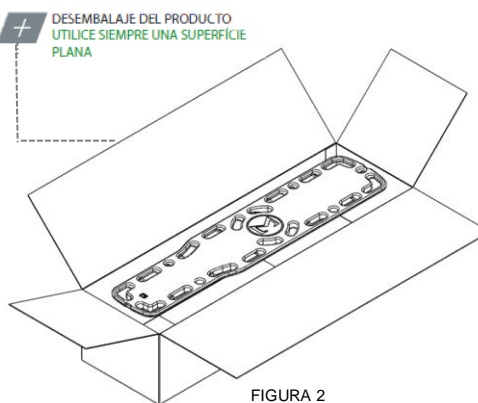

FIGURA 2
Para desembalar el dispositivo, coloque la caja sobre una superficie plana y estable y abra con cuidado el precinto. Retire el dispositivo del interior de la caja siguiendo el esquema que se muestra en la figura 2. Conserve el embalaje original para utilizarlo en caso de cualquier otro transporte y para su almacenamiento.
1. De acuerdo con la altura del paciente, desbloquee el botón amarillo de ambos lados de la camilla, manténgalo en posición vertical (Figura 4), estirando o acortando la longitud de la camilla (Figura 2), la longitud de la camilla se puede ajustar a tres posiciones diferentes, cada posición corresponde a un orificio (Figura 3), elija la posición adecuada, suelte el botón amarillo de ambos lados para que vuelva a su posición inicial bloqueando la parte superior de la camilla en la posición deseada. (Figura 2).